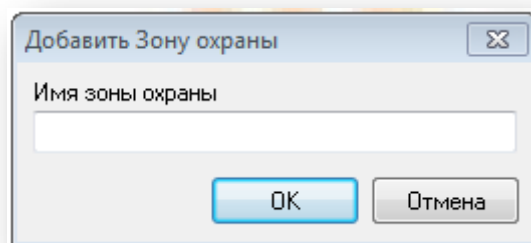

Рисунок 4.2
- Кнопка  «Добавить зону охраны» позволяет создать новую зону охраны. При нажатии на кнопку появляется окно «Добавить Зону охраны» (Рисунок 4.2). В поле «Имя зоны» следует ввести ее название и нажать кнопку «ОК». Введенное имя будет отображаться в дереве зон охраны.